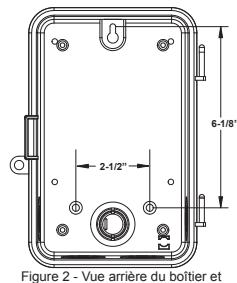

Figure 2 - Vue arrière du boîtier et dimensions des orifices de montage
- Placez le boîtier à l'emplacement de montage voulu et marquez les trois orifices de montage (voir la figure 2 ci-dessous pour les dimensions). Placez d'abord la vis supérieure et l'une des entretoises fournies, puis accrochez le boîtier à la boutonnière. Insérez les deux vis restantes à travers les orifices de montage au bas du boîtier en les faisant passer chacune par les entretoises fournies, jusque dans le mur.